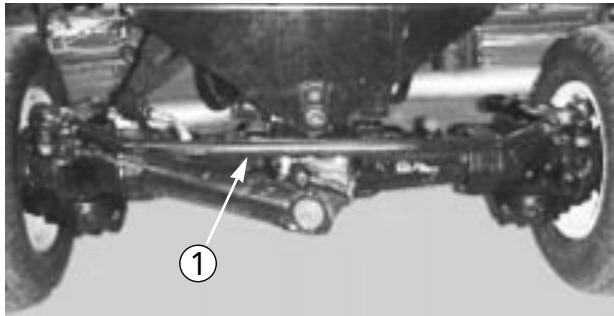

図 70
3. ロッド(図70)の両端についているクランプをゆるめる。